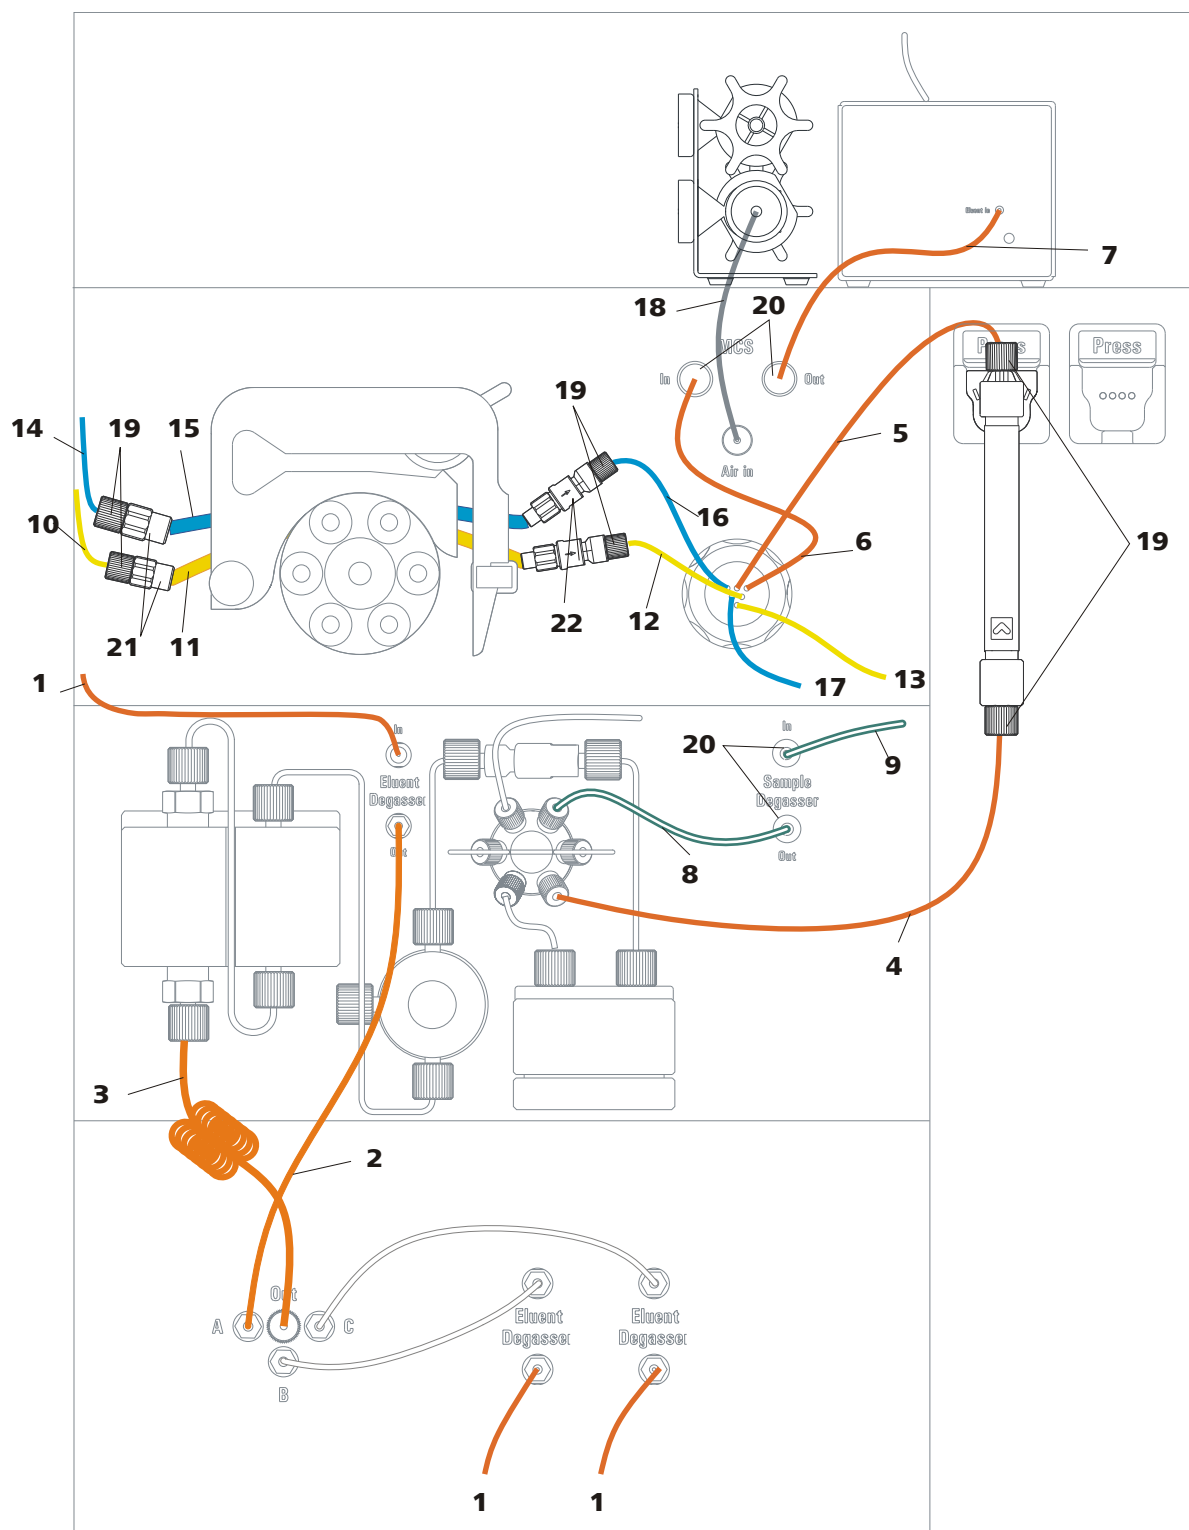

图3 安装图示
- 安装图示（参见图 3，第 14 页），展示完整安装的仪器。